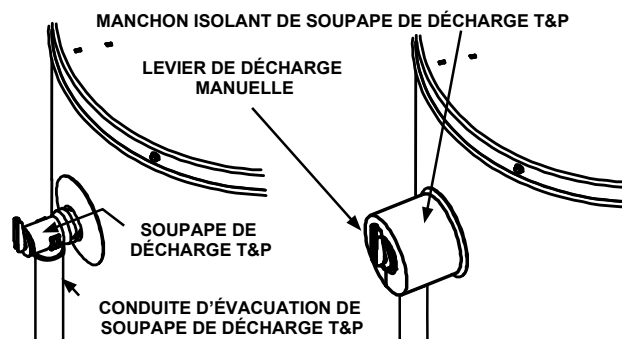

FIGURE 16.
Les tuyaux, raccords, soupapes et robinets doivent être mis en place conformément au dessin d'installation (Figure 16). Si l'aire d'installation intérieure est soumise au gel, la tuyauterie d'eau doit être isolée.
1. Repérer la soupape de décharge à sécurité thermique sur le chauffe-eau (également connue sous le nom de soupape DST). Voir Figure 16.
3. Écarter la fente et glisser l'isolation sur la soupape de décharge à sécurité thermique. Voir Figure 16. Appliquer une légère pression sur l'isolation de manière à ce qu'elle soit complètement installée sur la soupape de décharge à sécurité thermique. Quand l'isolant est bien posé, l'assujettir avec du ruban adhésif.
IMPORTANT : L'isolant ou le ruban ne doit pas bloquer ou couvrir l'ouverture de drain de la soupape de décharge et de sécurité thermique. De plus, l'isolant ou le ruban ne devrait pas bloquer ou empêcher l'accès au levier de décharge manuelle (Figure 16).